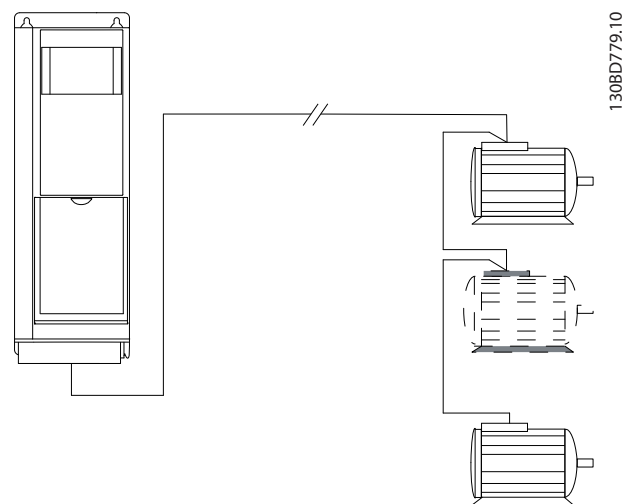

Abbildung 3.16 Lange Kabel in Reihenschaltung
- Für lange Kabel ohne parallelen Anschluss, siehe *Abbildung 3.16*.